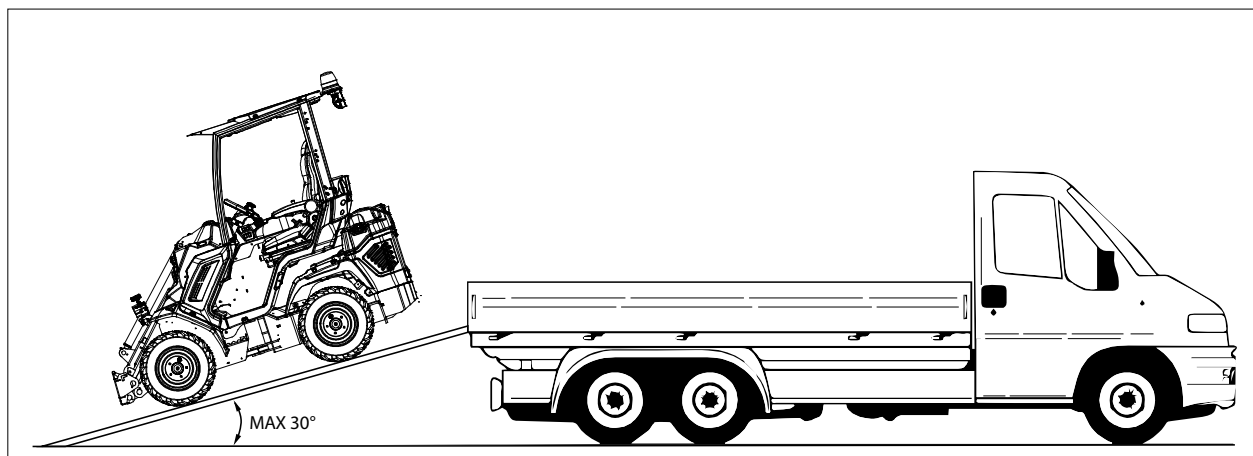

FIG. 18
- 4) Det anbefales at bakke maskinen op på transportmidlets trailer og placer den, så den tungeste vægt (balancecenteret) vender fremad (hængslets ende) mod trailerens forende (Se FIG. 18).
- 6) Indsæt styretøjets låsebeslag (Se pkt. FIG. 18).